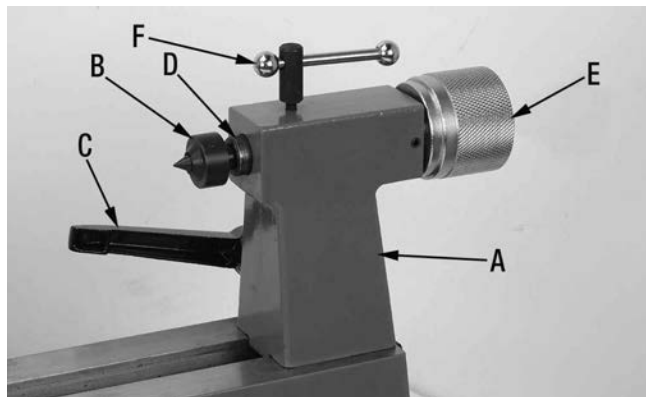

FIGURE 8
La poupée (A) Fig.8 se déplace le long du lit et supporte l'autre bout de la pièce de travail en utilisant une pointe mobile (B). Pour déplacer la poupée, déverrouillez le levier de verrouillage (C) et glissez la poupée. Verrouillez le levier de verrouillage pour verrouiller la poupée. Le manchon de la poupée (D) rentre et sort de la poupée en tournant la manivelle (E) et se verrouille en serrant la poignée de verrouillage (F).